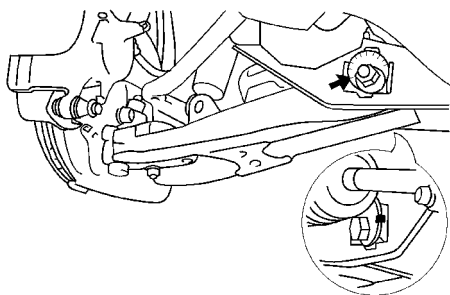

图 14-33 检查与调整车轮外倾角
(1) 安装车轮定位测量仪。应根据测量仪制造厂的使用说明书进行安装。
(2) 检查与调整车轮外倾角。通过测量仪检查车轮外倾角。如果外倾角不在规定的范围内，则可转动调节凸轮进行调整，如图 14-33 所示。